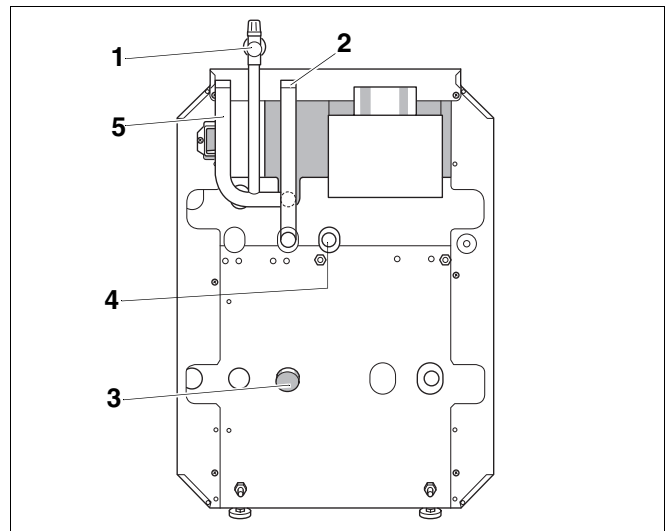

Abb. 13 Wasserseitige Anschlüsse Logano G124 V
- Manometer vom Sicherheitsventil abschrauben, Sicherheitsventil (Abb. 13, **Pos. 1**) montieren und Manometer wieder anschrauben.
Anschluss nur an der dafür vorgesehenen Anschlussstelle vornehmen (Abb. 13), um Kesselfunktion zu sichern. Die Anschlussleitungen spannungsfrei an den Heizkessel anschließen.
Wird kein Warmwasserspeicher angeschlossen, Speichervorlauf (Abb. 13, **Pos. 4**) und Speicherrücklauf (Abb. 13, **Pos. 3**) bauseitig verschließen.